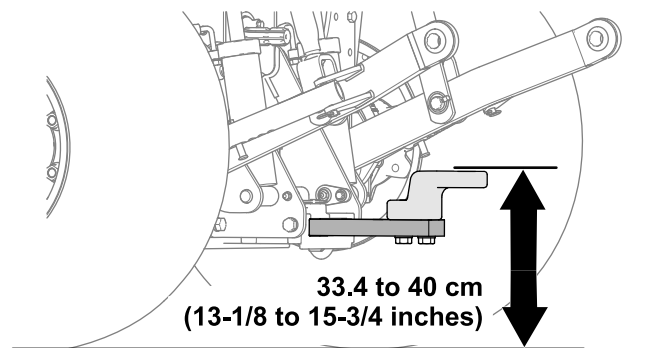

Figura 27
- Altezza operativa: da 33,4 a 40 cm; fate riferimento a **Figura 27**.